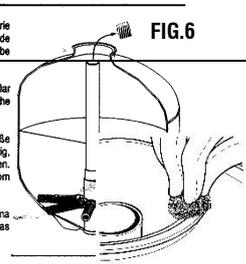

FIG. 9
6. Pulite molto accuratamente il collo della boccia Fig.9.